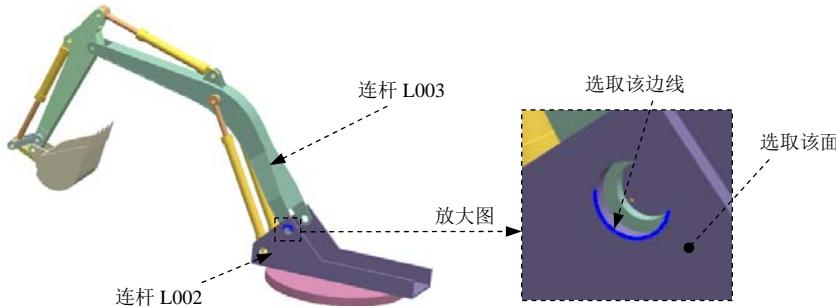

图 10.8.18 定义旋转副（二）
(1) 选择连杆。选取图 10.8.18 所示的连杆 L003。
(2) 定义原点及矢量。在“运动副”对话框的 **指定原点** 下拉列表中选取“圆弧中心” **◎** 选项，在模型中选取图 10.8.18 所示的圆弧为定位原点参照；选取图 10.8.18 所示的面作为
(3) 添加啮合连杆。在“运动副”对话框的**基本**区域中选中 **啮合连杆**复选框，单击**选择连杆 (0)**，选取图 10.8.18 所示的连杆 L002。
(4) 定义啮合连杆原点及矢量。在“运动副”对话框**基本**区域的 **指定原点**下拉列表中选取“圆弧中心” 选项，在模型中选取图 10.8.18 所示的圆弧为定位原点参照；选取图 10.8.18 所示的面作为矢量参考面。
(5) 单击**应用**按钮，完成第二个运动副的添加。